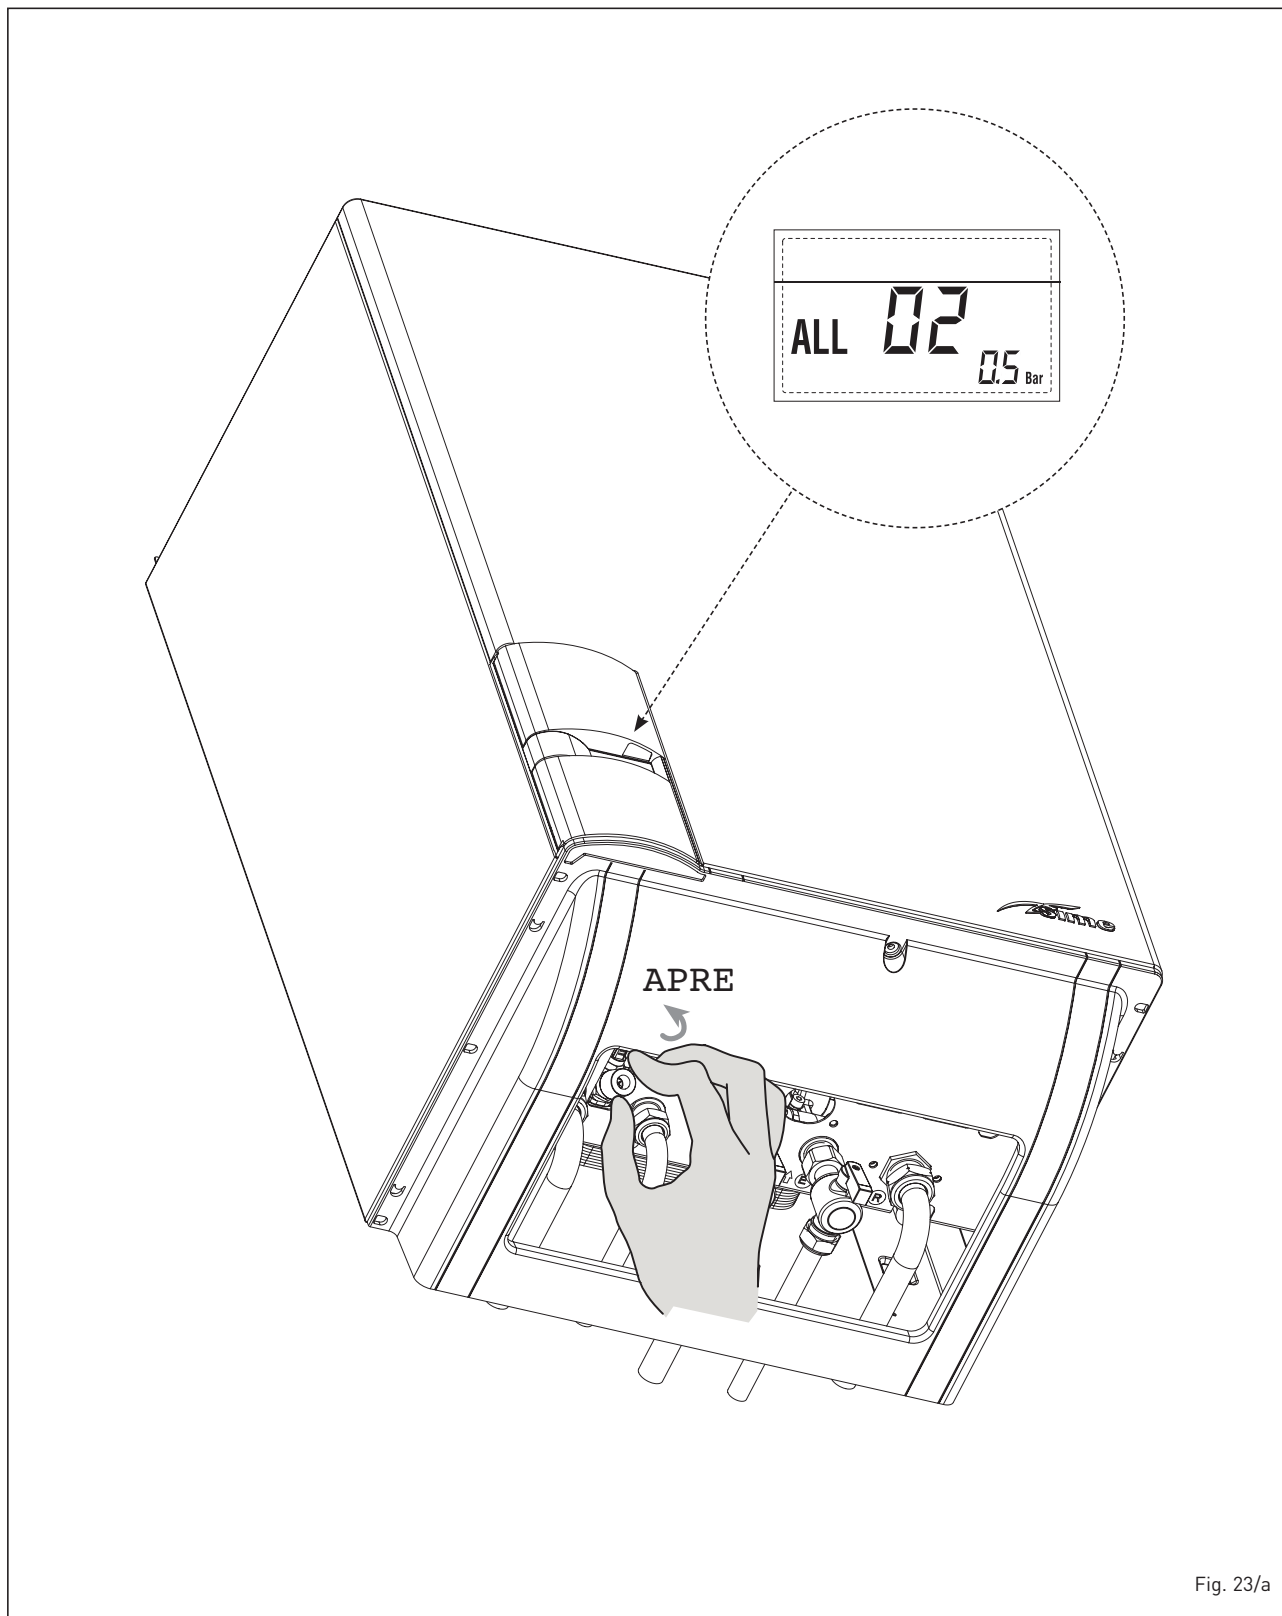

Fig. 23/a
– “ALL 02” ANOMALIA BASSA PRESSIONE ACQUA (fig. 23/a)